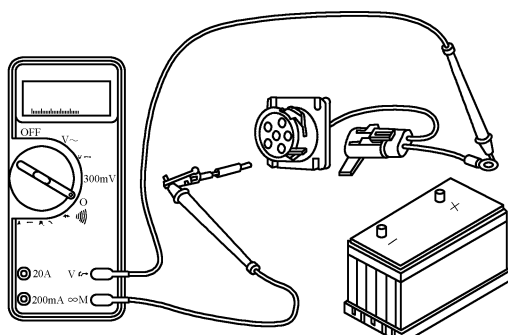
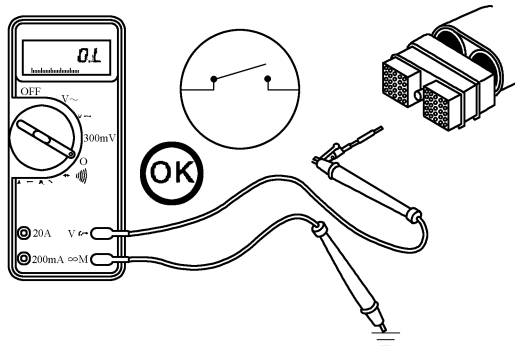

图 5-24 测量 6 针插头闭路电阻
图 5-25 测量 J1939 数据通信接口开路电阻
④ 测量蓄电池(+)端子与 6 针 Deutsch 插头蓄电池(+)端子之间的电阻(图 5-24)，蓄电池断开时，应显示闭路，即电阻为 10Ω 或更小。如果不是闭路，应维修或更换发动机线束。
(3) 检查是否对地短路。
① 对于 J1939 数据通信接口，应分别测量 ECM 上 J1939 通信接口(+)、(-)触针与机体间的电阻(图 5-25)，应显示开路，即电阻应大于 $100k\Omega$ 。如果不是开路，应维修或更换发动机线束。